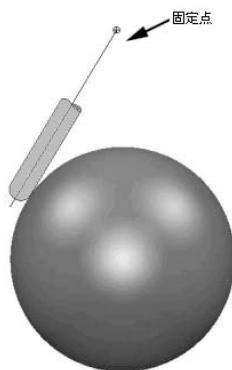

图 2-173 自点
(4) 自点 自点是指刀具刀尖总是远离固定点，即连续动作刀具刀尖，而与铣床相连的刀具头部保持相对静止，如图 2-173 所示。适合于加工型腔等凹型面，特别是带有型腔、负角面的凹模零件加工。自点也是配合点投影精加工策略使用。